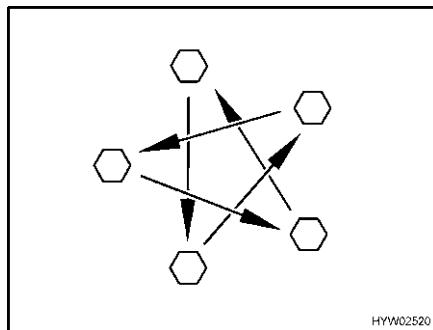

Fig. 155 Serrare a croce i dadi o i bulloni delle ruote
- Controllare regolarmente il serraggio dei dadi o dei bulloni. Regolare a croce (Fig. 155) il serraggio dei dadi o dei bulloni di una ruota sostituita dopo circa 50 km.
- ▷ Serrare a croce i dadi o i bulloni delle ruote (Fig. 155). Coppia di serraggio vedi paragrafo 13.5.2.